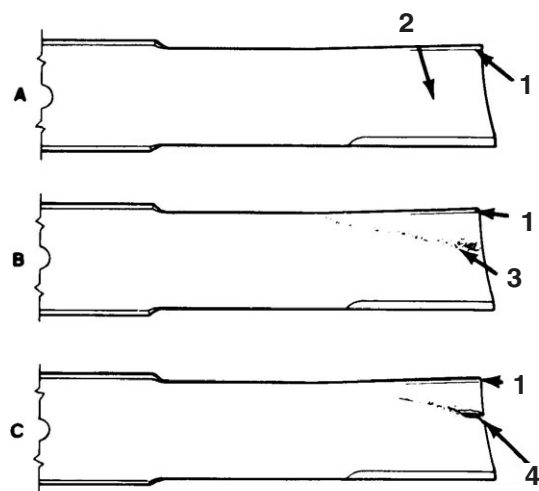

Figure 81
2. Examiner attentivement les extrémités tranchantes de la lame, particulièrement au point de jonction de la partie plate et de la partie recourbée (Fig. 81-A). Comme le sable et les matériaux abrasifs peuvent user le métal qui relie ces deux parties, vérifier l'état de la lame avant d'utiliser la machine. Remplacer la lame si elle est usée (Fig. 81-B) (voir la rubrique Dépose et repose de la lame).